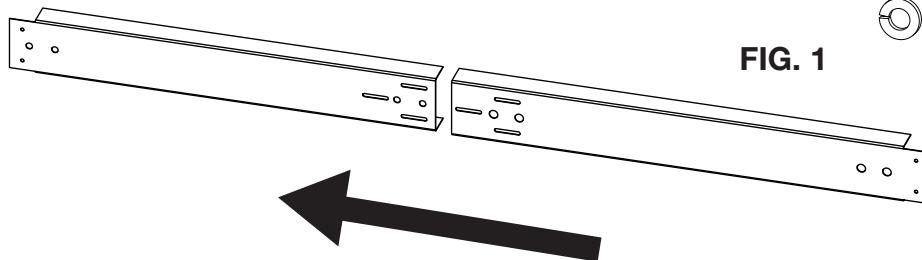

FIG. 1
- Faites glisser les 2 pièces du linteau en acier ensemble. Assurez-vous d'aligner les 3 fentes. (FIG. 1).